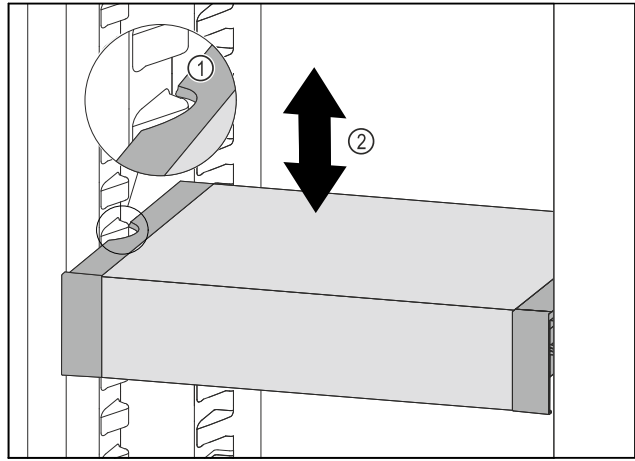

Fig. 114
- ▶ VarioSafe nach vorne ziehen, bis sich die seitlichen Aussparungen des VarioSafes auf Höhe der Behälterrippe im Kühlteil befinden. Fig. 114 (1)
- ▶ VarioSafe im Kühlteil nach oben oder unten bewegen, bis gewünschte Höhe erreicht ist. Fig. 114 (2)